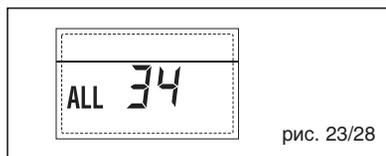

рис. 23/28
– НЕПОЛАДКА СВЯЗИ ПЛАТЫ RS-485 И ПЛАТЫ RS-485 “ТРЕВ. 35” (рис. 23/29)